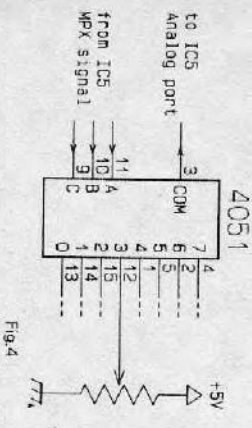
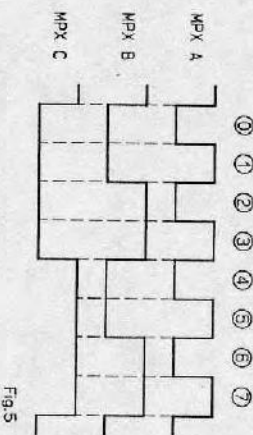

Fig.4
Fig.5
• The slider outputs a voltage within a range of 0 to +5V according to the position of the control. The outputs of eight sliders are input to one 4051. After being multiplexed by the multiplexing signals from IC5 (on the MB), they are input through the analog input port of IC5 passing through the voltage follower. The outline of the circuit is shown in Fig.4 and the multiplexing signals from IC5 is shown in Fig.5.
• スライダーはつまみの位置に応じた電圧を0~+5Vの範囲で出力します。8本分のスライダー出力は1個の4051に入力され、IC5 (on MB) からのマルチプレクス化信号によってマルチプレクスされた後、ボルテージ・フォロワを通じてIC5のアナログ入力ポートに入力されます。回路の概略をFig.4に、また、IC5からのマルチプレクス化信号をFig.5に示します。